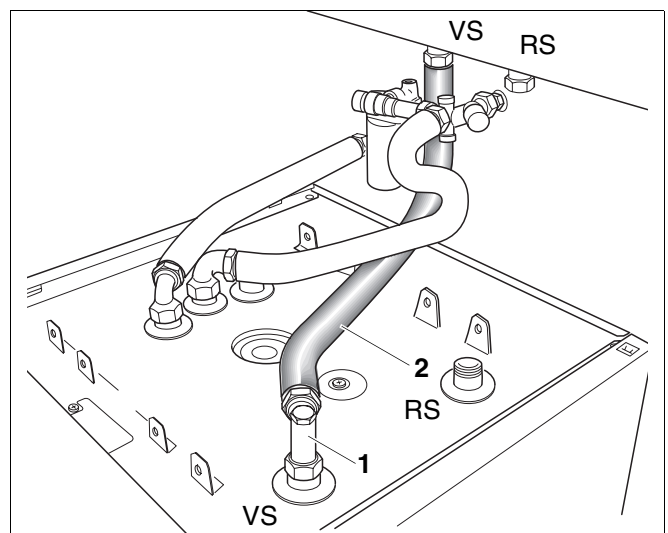

Abb. 8 Wellenschlauch an Speichervorlauf montieren
Der Wellenschlauch vom Vorlauflauf muss beim S135 bzw. S160 unter den Wellenschlauch der Sicherheitsgruppe (siehe Abb. 8) verlegt werden.
- In die Winkelverschraubung (Abb. 8, **Pos. 1**) die Dichtung einlegen.
- Winkelverschraubung (Abb. 8, **Pos. 1**) am Vorlauf des Speicher-Wassererwärmers schrauben und ausrichten (ca. 45° nach links, siehe Abb. 8).
- Wellenschlauch (Abb. 8, **Pos. 2**) mit den Überwurfmutter und eingelegten Dichtungen zwischen die Winkelverschraubung des Vorlaufs am Speicher-Wassererwärmer und am Vorlauf des Heizkessels schrauben.